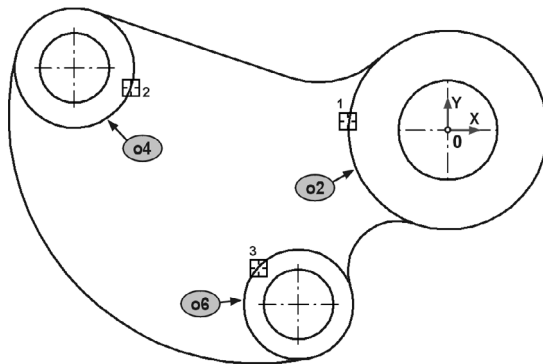

Рис. 25.10. Удаление участков окружностей
13. Удалите лишние участки окружностей о2, о4 и о6 (рис. 25.10).